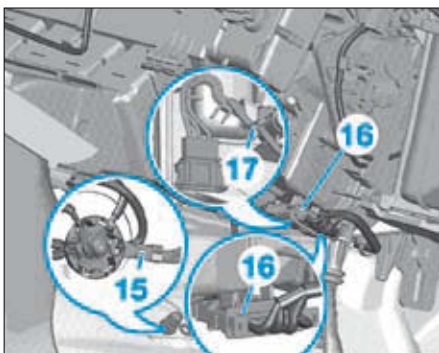

FIG. 15
- la masse (15) et le connecteur (16) de la résistance de chauffage d'appoint et dégrafer le faisceau en (17) (Fig.15),